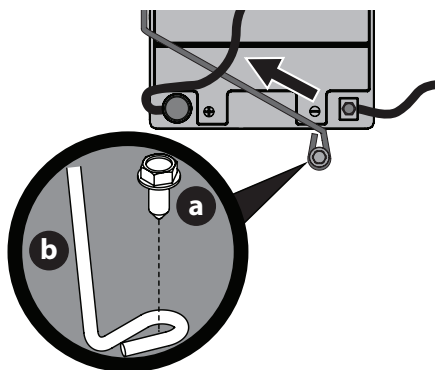

Figure 21
NOTE : Le faisceau électrique doit être placé au-dessus de la barre de retenue de la batterie. Autrement, il risque d'être endommagé (Figure 21 à la page 88).
3. Retirez le boulon hexagonal (a) qui fixe la tige de retenue de la batterie (b) au châssis. Faites pivoter la tige de retenue de la batterie (b) vers le haut et retirez la batterie (Figure 21).